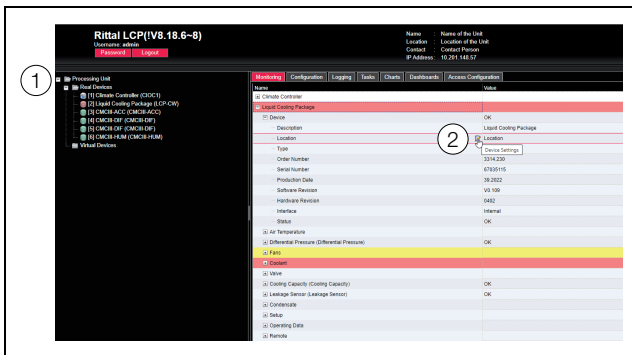

Abb. 118: Auswahl eines einzelnen Parameters
- Klappen Sie nacheinander die Einträge „Liquid Cooling Package“ und „Device“ aus, indem Sie auf das „Plus“-Zeichen vor dem Eintrag klicken (Abb. 118, Pos. 1).
- Setzen Sie den Mauszeiger an das Ende der ersten Spalte in der Zeile „Location“ (Abb. 118, Pos. 2). Es erscheint ein „Edit“-Symbol und der Mauszeiger ändert sich in ein „Hand“-Symbol.